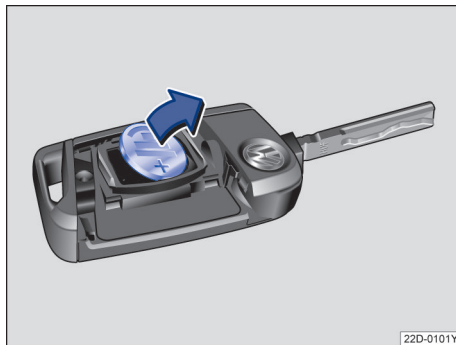

图 44 汽车钥匙：取出旧电池
- 用一合适的扁平器具从电池盒里撬出电池→图 44。
- 安放新电池，然后沿→图 44 箭头相反方向将其推入电池盒内。